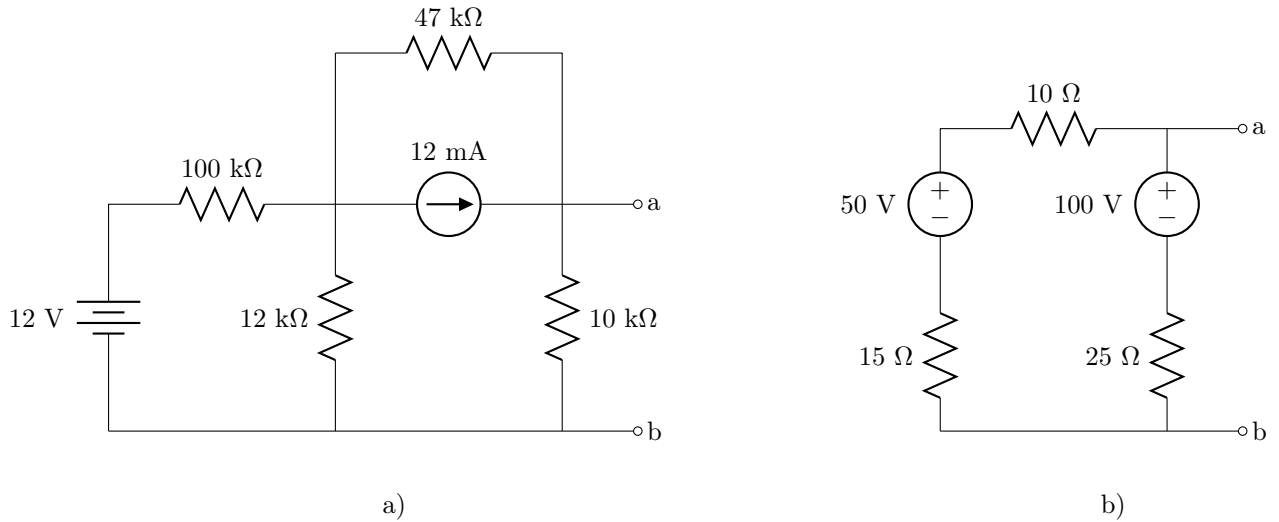

Figura 3.19: Redes del problema 25.
25. Determina las resistencias que habría que conectar con las redes de la figura 3.19 entre los puntos a y b para que absorbieran la máxima potencia y el valor de dichas potencias.